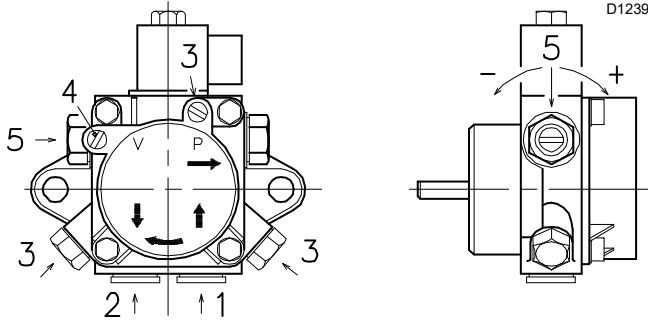

Fig. 21
Légende (Fig. 21)
- Pour que la pompe puisse s'auto-amorcer, il est indispensable de desserrer l'une des vis 3)(Fig. 21) de la pompe pour vider l'air contenu dans le tuyau d'aspiration.